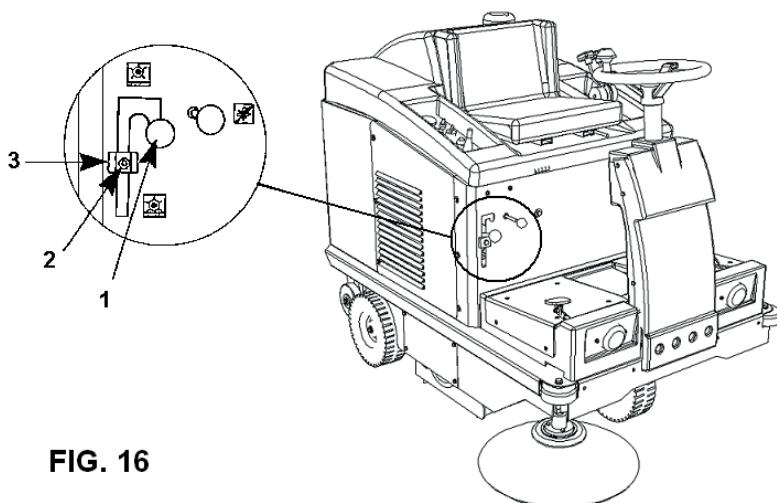

FIG. 16
- Coloquen la palanca -**Detalle 1 Fig. 16**- en una posición tal que el cepillo central esté levantado.
- Aflojen el tornillo -**Detalle 2 Fig. 16**-.
- Bajen el reglaje -**Detalle 3 Fig. 16**- 3/4 mm o la medida que deseen.
- Bloqueen el reglaje apretando el tornillo -**Detalle 2 Fig. 16**-.
- Coloquen la palanca -**Detalle 1 Fig. 16**- sobre el reglaje -**Detalle 3 Fig. 16**-.
- Se puede ajustar el cepillo central hasta que el reglaje -**Detalle 3 Fig. 16**- llegue al tope; ahora ya se puede cambiar el cepillo.